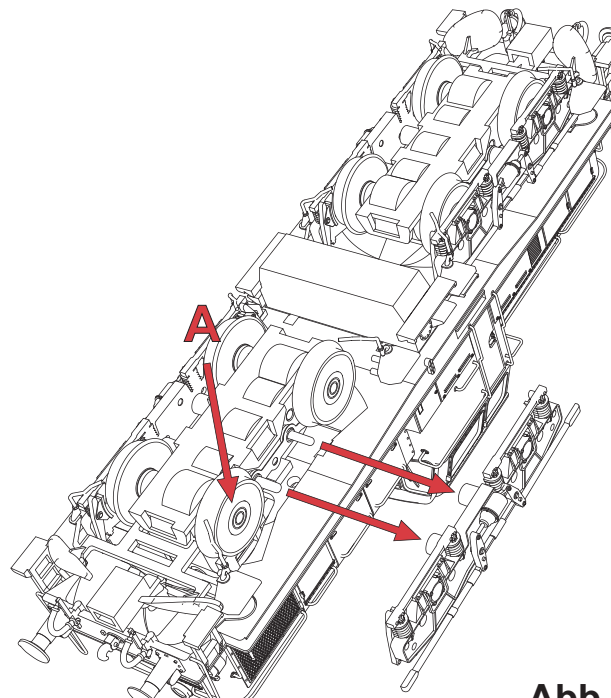

Abb. 6 / Fig.6
Lirk forsigtigt siden af som vist på fig. 6.
Setzen Sie vorsichtig einen passenden Schraubendreher zwischen Radsatz und Laufstellattrappe (A). Danach vorsichtig die Laufstellattrappe wie in Abb.6 gezeigt abhebeln und die Haftringe auswechseln.